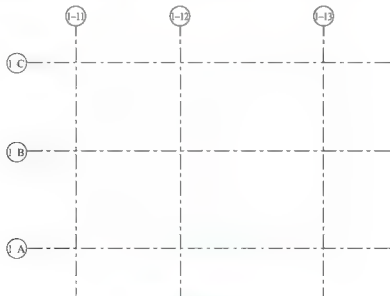

图 2.11 拾取轴网
单击“结构”选项卡→“基准”面板→“轴网”命令，在弹出的“修改 放置轴网”选项卡中单击“绘制”面板→“拾取线”命令进行轴网绘制。光标捕捉 CAD 底图中的轴线，依次拾取相应轴线①~③、④~⑥（图 2.11）。